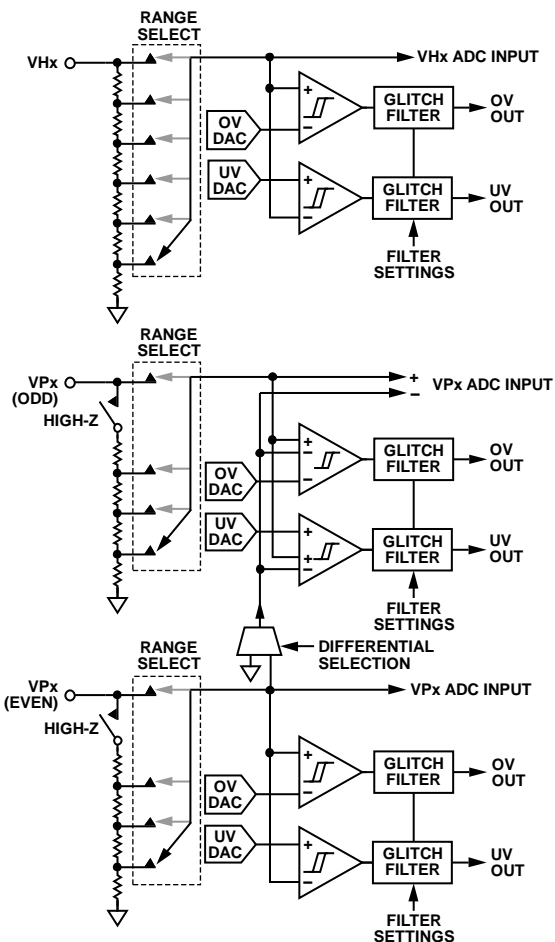

図 9. 電源障害検出器
ADM1266 には、プログラマブルな電源障害検出器 (SFD) を備えた 17 個の入力があります。これらの専用入力には VHx ($VH1 \sim VH4$) および VPx ($VP1 \sim VP13$) と名付けられています。また、ADM1266 は VPx ピンを使用して高精度の差動電圧測定も可能です (例外として、 $VP13$ は差動測定に使用できません)。1 つの差動測定に 2 個の VPx ピンが必要です。奇数の VPx ピン (例えば $VP1$) を常に高電圧側にしなければなりません。差動測定には、次の番号の偶数 VPx ピン (この例では $VP2$) を使用します。差動測定用の VPx ピンは、両方とも同じ入力範囲を選択する必要があります。奇数の VPx ピンの SFD が差動測定に応答します。ピンの構成を図 9 に示します。各 SFD 入力には、低電圧 (UV) 障害 (入力電圧が予め設定された値より低い電圧に降下) や、または過電圧 (OV) 障害 (入力電圧が予め設定された値より高い電圧に上昇) を検出するように設定できます。プログラマブルなグリッチ・フィルタ (最大 $100\mu s$) により、起動時の電源バウンスなどのスプリアス遷移を除去することができます。
図 9 に示す UV および OV コンパレータは、常時、 VHx と VPx の電圧を監視し、検出します。チャタリング (入力が設定した閾値レベルと非常に近い値の場合に生じる多数の遷移) を防ぐため、これらのコンパレータはデジタル設定可能なヒステリシスを備えています。このヒステリシスは、電源電圧が許容値を超えた後に追加されます。そのため、入力が UV の閾値を一定量上回ると UV 障害のアサートが解除されるように、その電圧量を設定できます。同様に、入力が OV の閾値を一定量下回ると OV 障害のアサートが解除されるように、その電圧量を設定できます。
ADM1266 には 12 ビット高精度 ADC が内蔵されており、READ_VOUT コマンド (レジスタ 0x8B) を使用して PMBus 上で電圧をリードバックできます。ADC への入力、17 個の SFD 入力 (VHx および VPx ピン) で構成されています。ADC への入力は、VPx および VHx ピンの入力アッテネータの後側から接続されます (図 9 参照)。